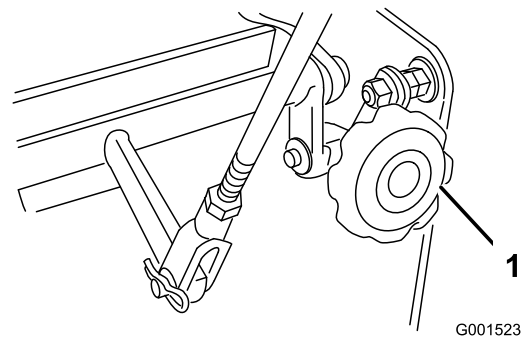

Figure 44
4. Si la machine se déporte d'un côté ou de l'autre, tournez le bouton Quick-Track. Tournez le bouton à droite pour diriger la machine vers la droite, et à gauche pour diriger la machine vers la gauche (Figure 44).